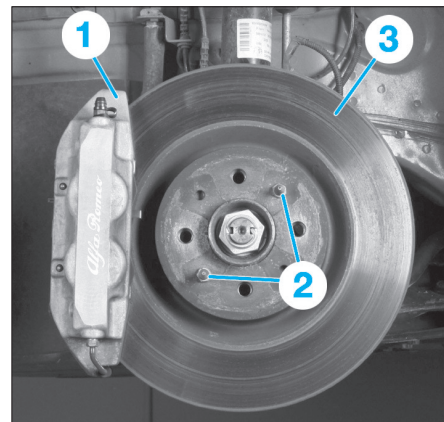

Fig. 8
- Procéder à la dépose de l'étrier de frein (1), sans débrancher le flexible de frein (voir opération concernée) (Fig.8).
- les deux vis de maintien (2) du disque (3),
- le disque de frein (3).